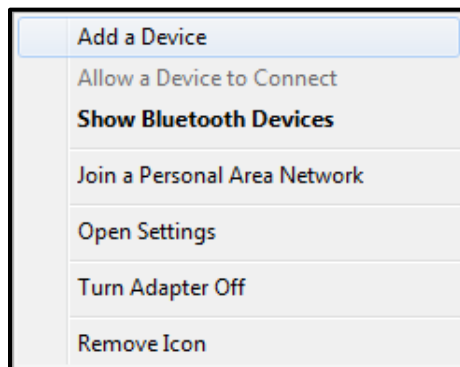

Figure 5.2.1-2: **Add a Device** (Ajouter un appareil)
3. Cliquez sur le nom du Smart Socket une fois qu'il a été détecté (Figure 5.2.1-3).